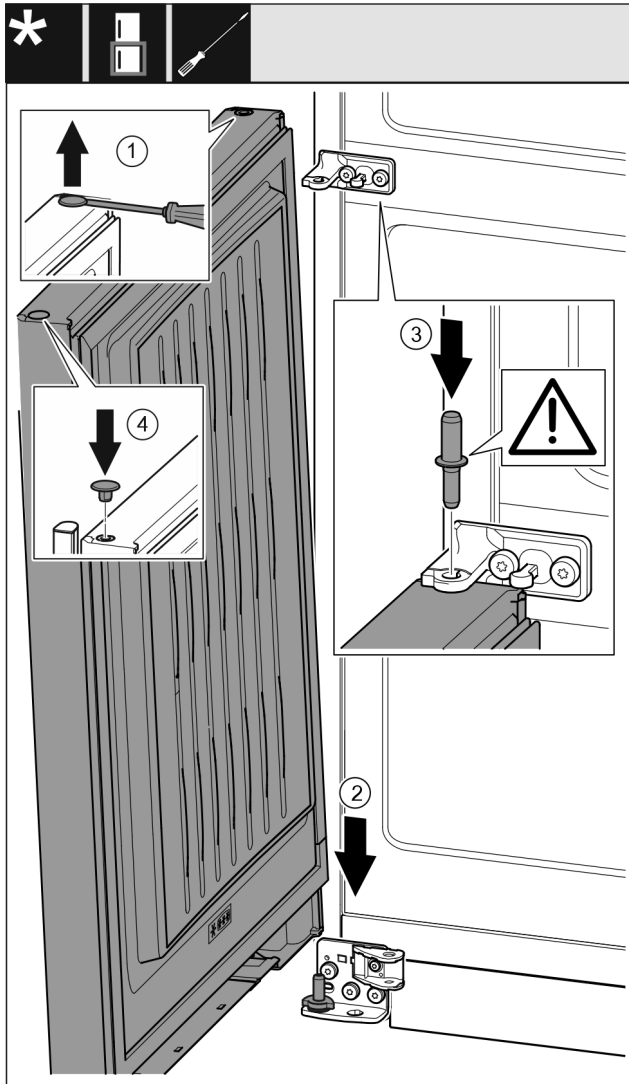

Fig. 42
- Stopfen Fig. 42 (1) vorsichtig mit einem Schlitzschraubendreher anheben und herausziehen.
- Tür Fig. 42 (2) von oben auf den unteren Lagerbolzen aufsetzen.
- Lagerbolzen Mitte Fig. 42 (3) durch Lagerbock Mitte in die untere Tür einsetzen. Dabei darauf achten, dass der Rastnocken nach hinten zeigt.
- Stopfen Fig. 42 (4) auf der anderen Türseite wieder einsetzen.